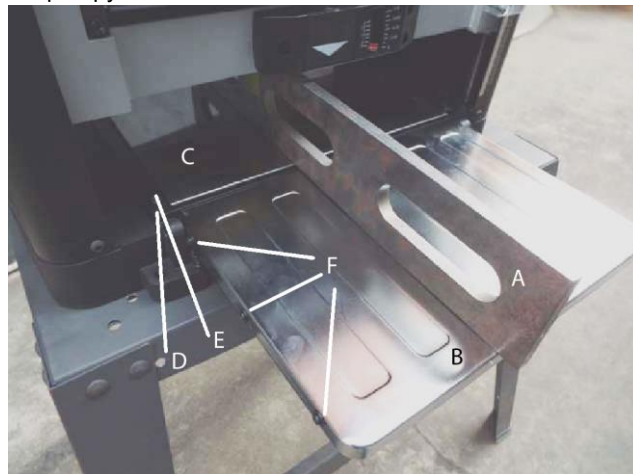

Рис. 4
1. Положите линейку (А) на стол станка (С) так, чтобы один конец линейки располагался над столом подачи (В). См. Рис. 4
3. Если необходима регулировка, поднимите стол, ослабьте контргайки (D) и отрегулируйте болты (E) с каждой стороны стола, пока стол подачи не окажется на одном уровне со столом станка. Это откорректирует положение внешней кромки стола.